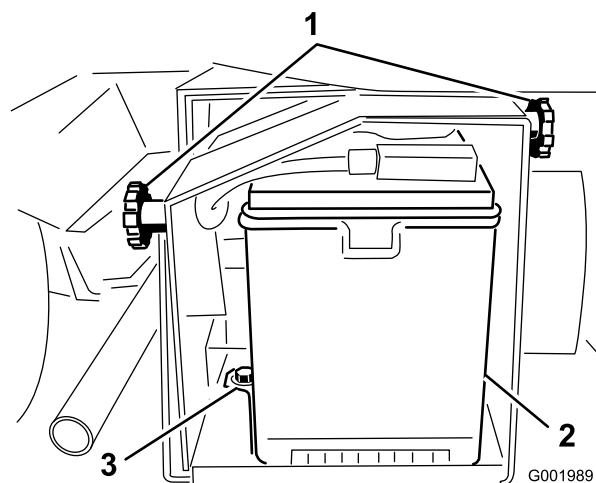

Figure 57
2. Desserrez les boutons sur les côtés du bac de la batterie et enlevez le couvercle de la batterie (Figure 57).
5. Retirez le dispositif de retenue et les fixations de la batterie (Figure 57).
2. Posez le dispositif de retenue de la batterie et serrez-le avec les fixations retirées précédemment (Figure 57).
4. Posez le couvercle de la batterie et fixez-le à l'aide des 2 boutons (Figure 57).
1. Desserrez les boutons sur les côtés du bac de la batterie et enlevez le couvercle de la batterie (Figure 57).